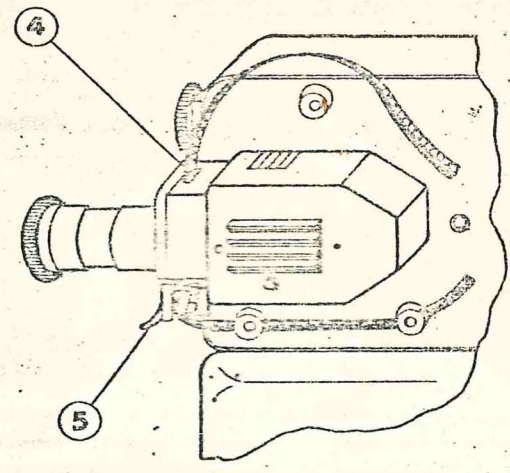

Fig. 2
- 3 .- Introdúzcase el extremo de la película, por la ranura del proyector (nº 4 fig. 2), apretando la palanquita nº 5, pásese aproximadamente 35 cm. de cinta.